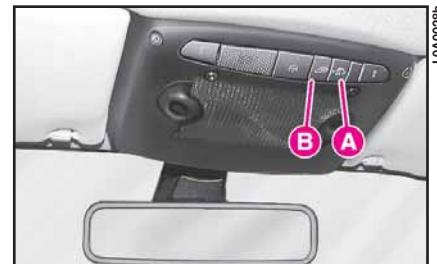

fig. 16
Para desactivar la protección volumétrica presione el pulsador **A** (fig. 16) en la lámpara de techo anterior: cuando se desactiva la función, el testigo del pulsador parpadea durante 3 segundos y luego, se apaga.
Para desactivar la protección antilevantamiento, presione el pulsador **B** (fig. 16) en la lámpara de techo anterior: cuando se desactiva la función, el led del pulsador parpadea durante 3 segundos aproximadamente y luego, se apaga.
– protección volumétrica, desactivable mediante el pulsador **A** (fig. 16) en la lámpara de techo anterior: cuando se desactiva la función, el led en el pulsador parpadea durante 3 segundos aproximadamente y luego, se apaga;
– protección antilevantamiento, desactivable mediante el pulsador **B** (fig. 16) en la pantalla anterior: cuando se desactiva la función, el led en el pulsador parpadea por unos 3 segundos y luego se apaga.